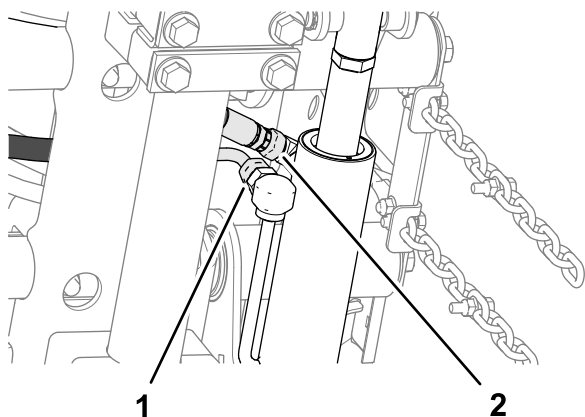

Рисунок 16
2. Установите проставку между несущей и монтажной пластинами (**Рисунок 16**) и соедините пластины и проставку, не затягивая, с помощью каретного болта ($\frac{3}{8}$ x 1 $\frac{1}{4}$ дюйма) и фланцевой контргайки ($\frac{3}{8}$ дюйма).